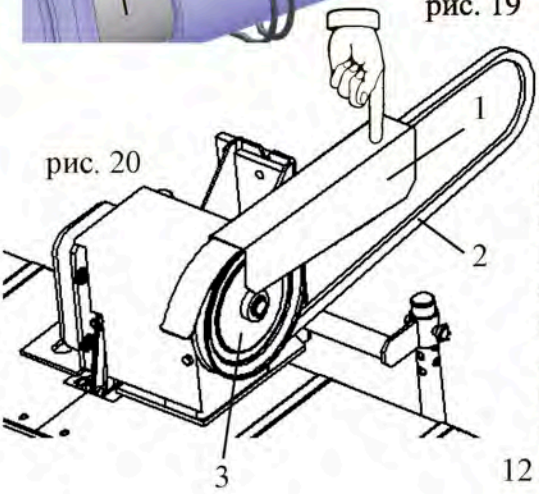

рис. 20
Нажать рукой на привод сцепления щетки (1) и установить ремень (2) на шкив (3) (рис. 20). Установить ремень щетки на шкив вала двигателя и отрегулировать зазор между наружной поверхностью ремня и ограничителями от 2 до 4 мм.(рис. 21) Регулировка зазора производится при выключенном двигателе и нажатом приводе сцепления (ремень плотно охватывает шкив, см. приложение 3.).